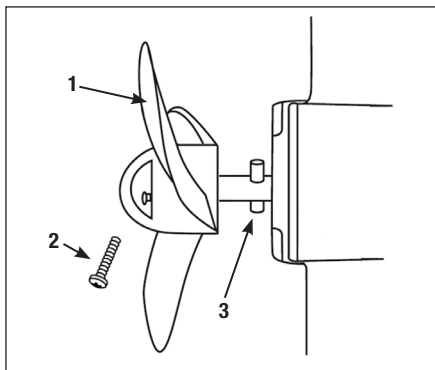

Рис. 21 Снятие гребного винта
1. Открутите винт 2 крепления гребного винта 1 (Рис. 21).
2. Снимите гребной винт 1 (Рис. 21).
2. Установите шпонку 3 (Рис. 21).
3. Установите гребной винт 1 так, чтобы шпонка 3 вошла в паз на корпусе гребного винта (Рис. 21).
3. Закрутите винт 2 крепления гребного винта (Рис. 21).